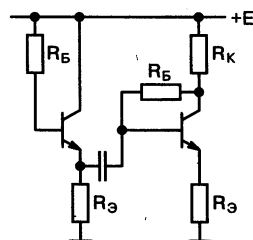

Рис. 1.18. «Новые» методы стабилизации?
**РАДИОЛЮБИТЕЛЬ:** Вот две новые стабилизированные конфигурации (рис. 1.18), которые я откопал в журналах.